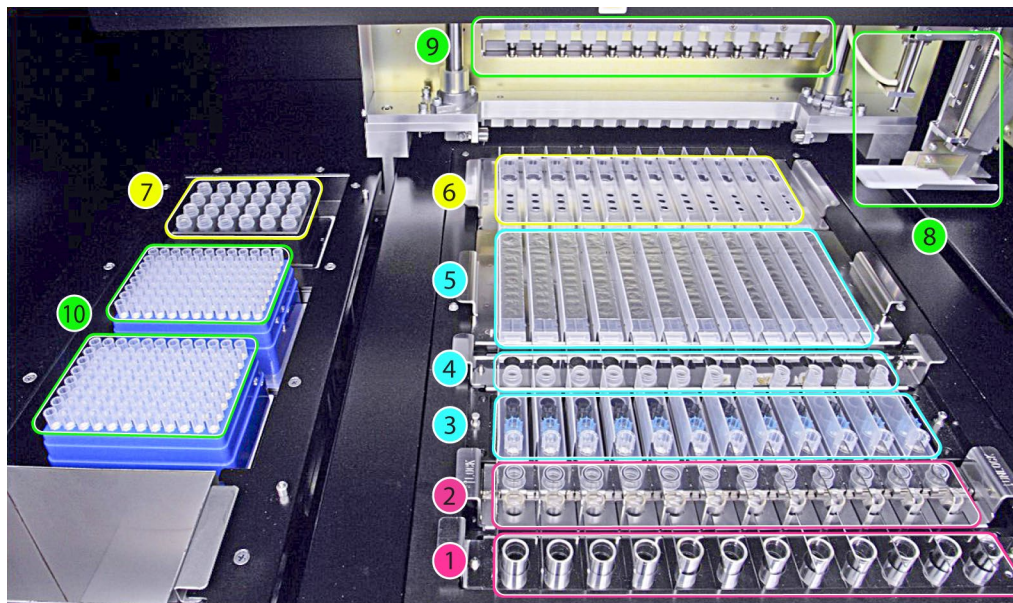

Abbildung1: Der Ladebereich von „**ELITE InGenius**“
Eine Übersicht des Geräts „**ELITE InGenius**“ ist auf der Abbildung 1 zu sehen.
Abbildung 1 zeigt: Position des Primärröhrchenracks (1), Position des Ultraschall-/Extraktionsröhrchen- und Verschlussracks (2), Position des Spitzenständers (3), Position des Elutionsröhrchenracks (Extraröhrchen) (4), Position des Extraktionskartuschenracks (5) und Position des PCR-Kartuschenracks (6), Position des PCR- und Interne-Kontrolle-Reagenzienblocks (Bestandmanager) (7), Proben- und Reagenziendosierung (8, 9), Positionen von Abfallbox (links unten) und Spitzen (10).
7. Die Schaltfläche „Next“ (Weiter) drücken, um zu bestätigen, dass für die Anzahl der ausgewählten Tests je nach Anzeige auf dem Bildschirm ausreichend Reagenzien in Position 7 des Bestandsmanagers geladen wurden (siehe Seite 11, Abbildung 1).
8. Eine ausreichende Anzahl Spitzenständers an Position 10 (s. Seite 11, Abbildung 1) einsetzen.
10. Die angegebenen PCR-Kassetten in Position 6 stellen (siehe Seite 11, Abbildung 1).
12. Die angegebenen Kassette(n) mit den Extraktionskartuschen in Position 5 stellen (siehe Seite 11, Abbildung 1).
14. Die angegebene Anzahl Elutionsröhrchen an Position 4 (s. Seite 11, Abbildung 1) einsetzen.
16. Die angegebene Anzahl von Pipettenspitzen-Kassetten in Position 3 stellen (siehe Seite 11, Abbildung 1).
18. Die angegebene Anzahl Extraktionsröhrchen an Position 2 (s. Seite 11, Abbildung 1) einsetzen.
20. Wenn „Primary Tube“ (Primärröhrchen) als Probenposition im Bildschirm „Perform Run (Lauf durchführen) ausgewählt wurde, die angegebenen Primärröhrchen an Position 1 (s. Seite 11, Abbildung 1) einsetzen.